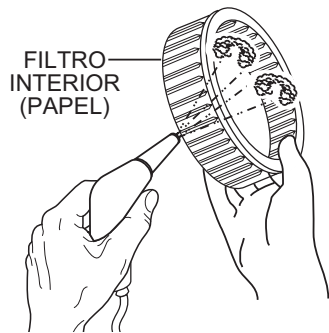

Figura 21. Limpieza del filtro de papel interior
1. Para limpiar el filtro de aire de papel (Figura 21), golpee el elemento del filtro varias veces sobre una superficie dura para quitar la suciedad, o sople aire comprimido que no exceda las 30 psi (207 kPa, 2,1 kgf/cm²) por el elemento del filtro desde la parte interior hacia el exterior.